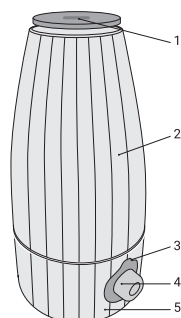
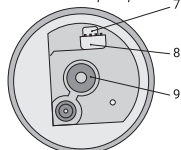

Рис. 1. Общий вид прибора
Рис. 3. База прибора
Аромакапсула находится в базе прибора (рис. 3). В нее можно заливать эфирные масла и ароматизаторы для создания в комнате нужной атмосферы. В сезон простуд в аромакапсулу рекомендуется заливать, например, эвкалиптовое эфирное масло для профилактики простудных заболеваний.
1. Снимите бак для воды с базы (см. рис. 1).
**При перемещении увлажнителя всегда держите прибор за базу (рис. 1), во избежание падения части прибора, с основными электронными узлами. Если в приборе есть вода, во избежание ее попадания в электронные компоненты прибора через отверстие для выдува воздуха (рис. 3), держите прибор горизонтально.**
2. Снимите бак для воды с базы и слейте воду из прибора так, чтобы не залить отверстие для выдува воздуха вентилятором (рис. 3). В противном случае вода может попасть в электронные узлы прибора (в противном случае необходимо дать прибору высохнуть и обратиться в сервисный центр). После того,